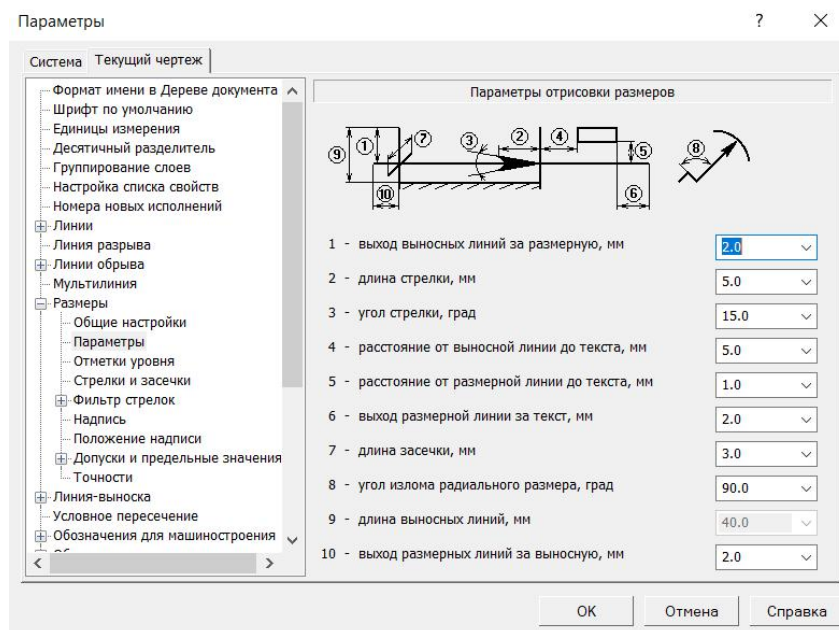

Рис. 16
- В Дереве параметров чертежа откройте «ветви» *Размеры* — *Параметры*. (См. рис. 16)